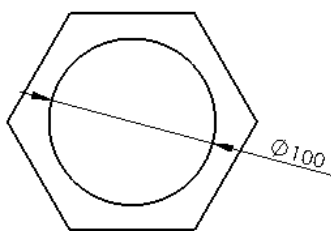
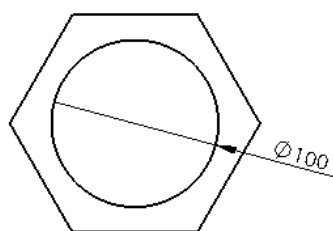

图 6.3.32 取消选中
图 6.3.33 选中
- ☑ ☒ 使用文档第二箭头(D) 复选框: 当“直径”按钮被按下时, 该复选框将被激活, 取消选中该复选框时, 将以双箭头的形式显示直径尺寸, 如图 6.3.32 所示; 反之, 将以单箭头的形式显示, 如图 6.3.33 所示。